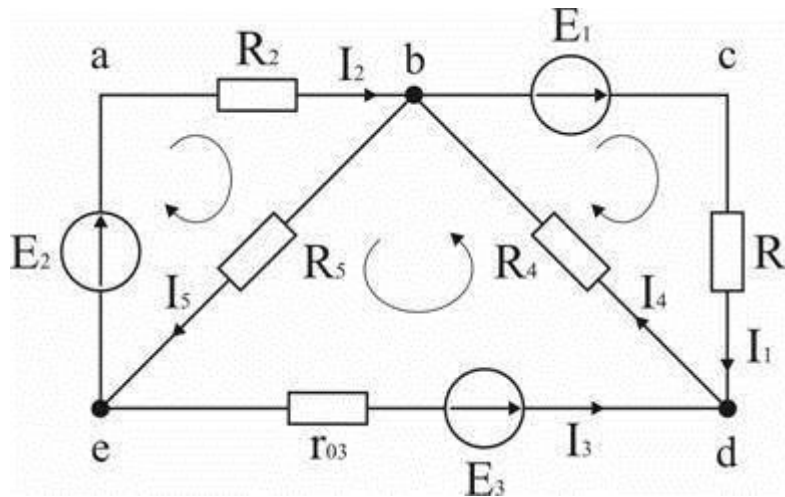

Рис. 2.3.
- 5.3 Начертить схему (рис.2.3)
- 5.7 Решить задачу. Рассчитать схему рис. 2.3, составив систему уравнений на основании законов Кирхгофа.
В схеме рис. 2.3. пять ветвей и для расчета токов в них надо составить пять уравнений. По первому закону Кирхгофа составляются уравнения для всех узлов, кроме одного (уравнение для него будет следствием предыдущих), по второму – для независимых контуров (в каждый последующий контур входит хотя бы одна ветвь, не вошедшая в ранее рассмотренные). Для данной схемы надо составить два уравнения по первому закону и три – по второму.
Для составления уравнений задаемся произвольно направлениями токов в ветвях и направлениями обхода контуров (рис. 2.3).